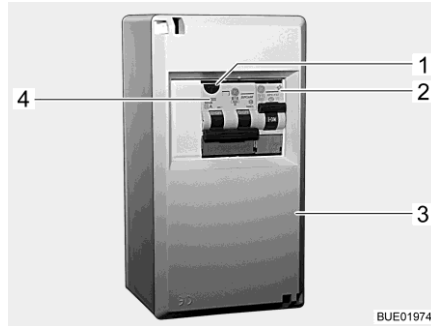
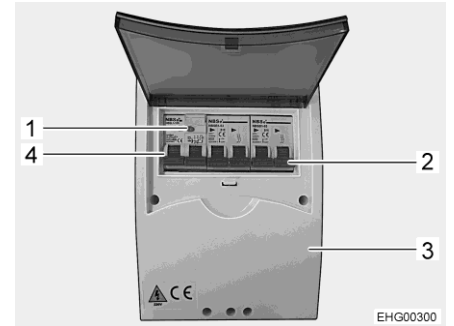

Bild 192 230-V-Sicherungskasten
Bild 193 230-V-Sicherungskasten (Variante)
- Die Leitungsschutzschalter (Bild 192,2, Bild 192,4 oder Bild 193,2, Bild 193,4) im Sicherungskasten (Bild 192,3 oder Bild 193,3) ausschalten.
- Wenn das Fahrzeug an die 230-V-Versorgung angeschlossen ist, die Prüftaste (Bild 192,1 oder Bild 193,1) des kombinierten Fehlerstrom-/Leitungsschutzschalters (Bild 192,4 oder Bild 193,4) im Sicherungskasten (Bild 192,3 oder Bild 193,3) drücken. Der Fehlerstrom-Schutzschalter muss auslösen.